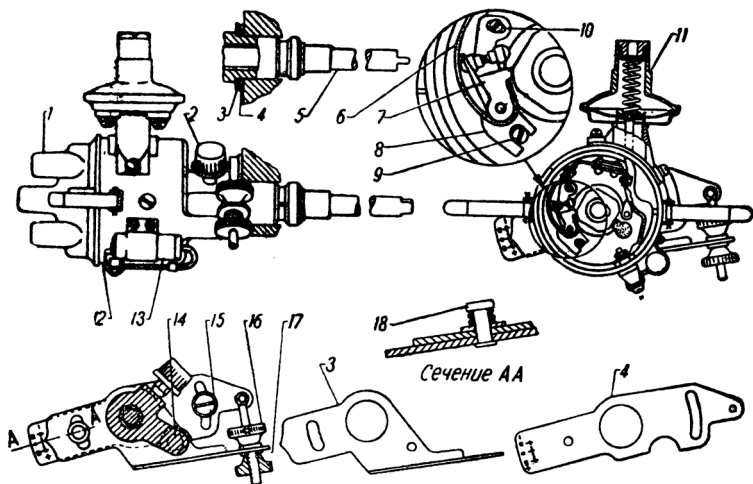

Рис. 22. Распределитель зажигания.
Для изменения зазора следует ослабить винт 10 (рис. 22), крепящий пластину, несущую неподвижный контакт прерывателя, и, вращая винт 9, установить по щупу требуемый зазор. После установки правильного зазора завернуть фиксирующий винт 10 крепления пластины.
8. Гайками 16 и 17 (рис. 22) плавной встройки установить шкалу октан-корректора на нулевое деление.